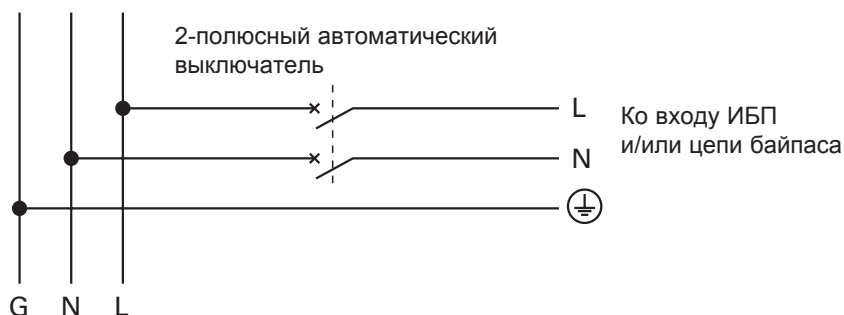

Рисунок 8. Защита на входе ИБП.
1. Рекомендуемая аппараты защиты на входе ИБП (см. Рис. 8)